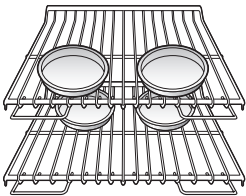

Figura 1
- Para obtener los mejores resultados en el horneado, las bandejas deben centrarse en los estantes. Si hornea con más de una bandeja, coloque las bandejas de manera tal que cada una tenga como mínimo 1" a 1 1/2" de espacio a su alrededor. Si debe utilizar varios estantes en el horno inferior, coloque los estantes en la posición C y E. Coloque las bandejas tal como se muestra en la Figura 1.